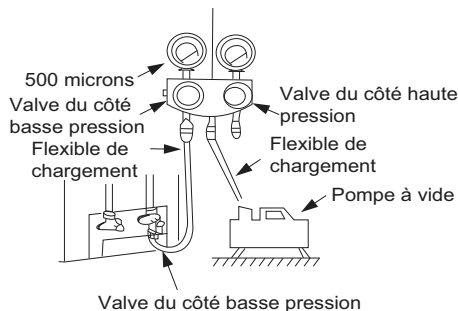

Fig. 19 – Collecteur
3. Ouvrez complètement le côté basse pression du manomètre du collecteur (consultez la figure 19).